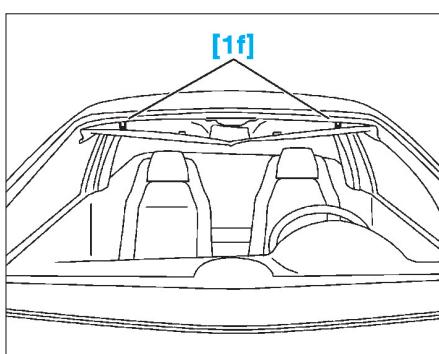

FIG. 119
- Mettre en place les 2 cales [1f] afin d'écartier la garniture de pavillon (Fig.119).